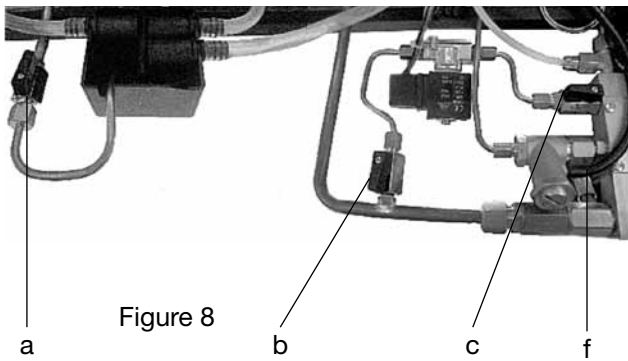

Figure 8
- a) Le robinet de vidage chaudière **a** doit être fermé (figure 8).
- b) Les robinets de la vanne niveau automatique **b-c** doivent être ouverts (figure 8).
*Pour éviter l'alarme de niveau automatique, il suffit d'accélérer le remplissage automatique de la chaudière en agissant sur le bouton de remplissage manuel prévu à cet effet **f** (figure 8).*